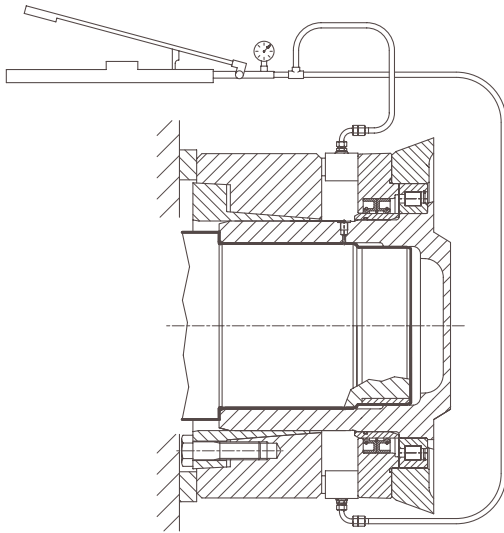

Fig. 5
- Si avec cette méthode le réducteur ne se dégage pas, car l'accouplement de l'arbre ne maintient pas la pression, il sera alors possible d'intervenir, si l'espace le permet, comme indiqué en fig 5, en utilisant des pousseurs hydrauliques en faisant réaction sur les 2 bossages disposés à 180° qui se trouvent sur le couvercle porte-joints en prenant garde de ne pas